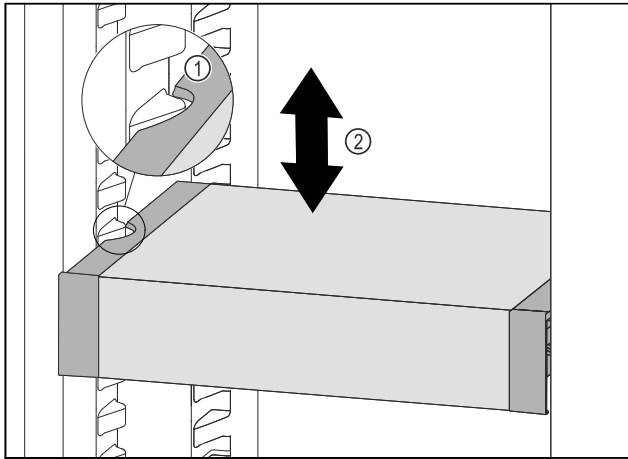

Fig. 67
- ▶ Trekk VarioSafe forover, til utsparingene på sidene av VarioSafe er på nivå med rillene i kjøleskapet. Fig. 67 (1)
- ▶ Flytt VarioSafe oppover eller nedover i kjøleskapet, til ønsket høyde er nådd. Fig. 67 (2)